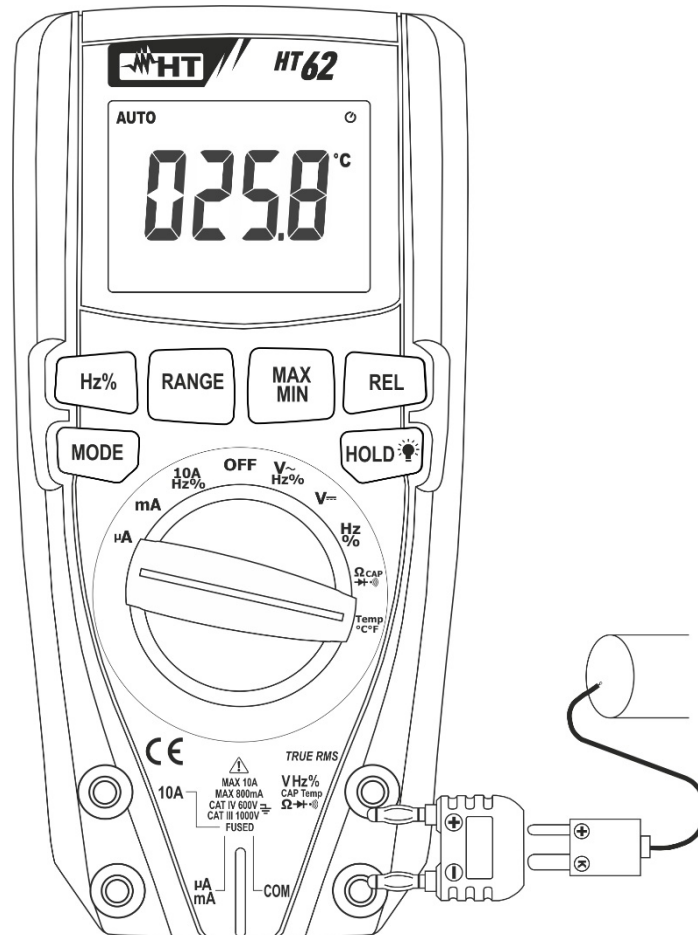

Abb. 8: Verwendung des Gerätes für Temperaturmessung
3. Verbinden Sie den mitgelieferten Adapter in die Eingangsbuchsen **VHz%CAPTemp Ω** (Polarität +) und **COM** (Polarität -) (siehe Fig. 8).